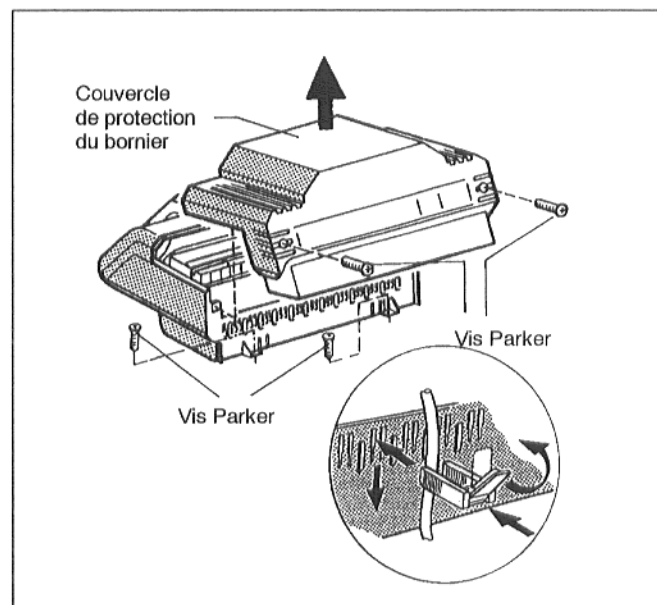

Fig. 20
- Enlever les 2 vis Parker du couvercle de protection du bornier de l'appareil de régulation. Retirer le couvercle de protection du bornier (Fig. 20).
- A l'arrière visser le socle de l'appareil à droite et à gauche sur la capot avant la chaudière, à l'aide de 2 vis Parker (Fig. 20).
- Fixer tous les câbles à l'aide de serre-câbles : enfoncer le serre-câble muni du câble dans le haut des fentes du cadre de fixation des serre-câbles; la nervure du levier doit être dirigée vers le haut. Pousser le serre-câbles vers le bas et l'enfoncer. Rabattre le levier vers le haut (Fig. 20).
- Poser le couvercle du bornier et le visser à l'aide de 2 vis Parker (Fig. 20).